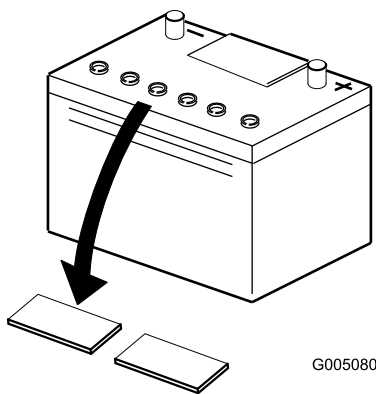

Рисунок 5
2. Очистите поверхность аккумулятора и снимите вентиляционные пробки (Рисунок 5).